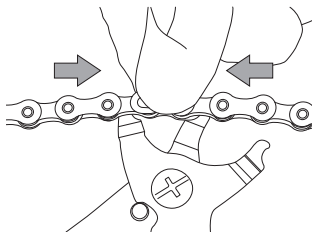

Abb.11
- Drücken Sie das C-Link™ durch Druck von beiden Seiten (innen und außen) zusammen und betätigen Sie gleichzeitig die Zange, um die beiden Stifte anzunähern (**Abb. 11**).